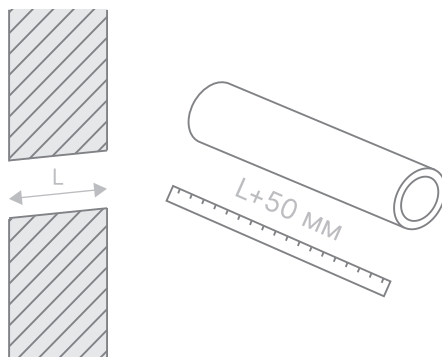

Рисунок 4.2 — Подготовка теплоизоляционной трубы к установке в канал воздуховода
4.2.4. Подготовьте теплоизоляционную трубу с внутренним диаметром 89 мм и толщиной стенки 20 мм для канала воздуховода. Труба должна быть выполнена из вспененного полиэтилена марки Тилит Супер или его аналогов. Длина трубы должна быть равна глубине канала воздуховода с запасом не менее 50 мм (рис.4.2).